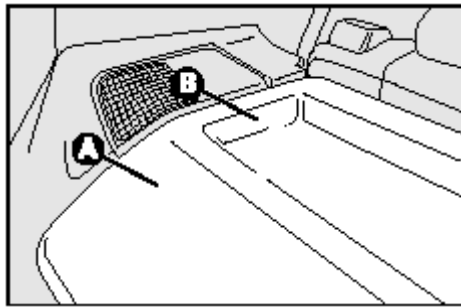
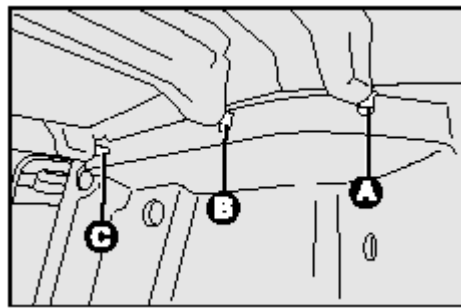
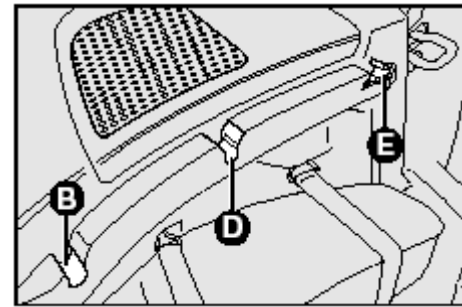

рис. 82
рис. 83
рис. 84
□ Приподнять переднюю часть **A - рис.82** полки, отсоединив штыри **A - рис.83** из гнезда **B - рис. 84**;
□ Приподнять заднюю часть полки **B - рис. 82**, отсоединив штыри, **B** и **C- рис.83** из гнезд **B** и **E - рис. 84**;
- Придерживая крышку капота одной рукой, а другой рукой вывести опорную штангу **С** – **рис.83** из гнезда **D** и перевести ее в исходное положение.